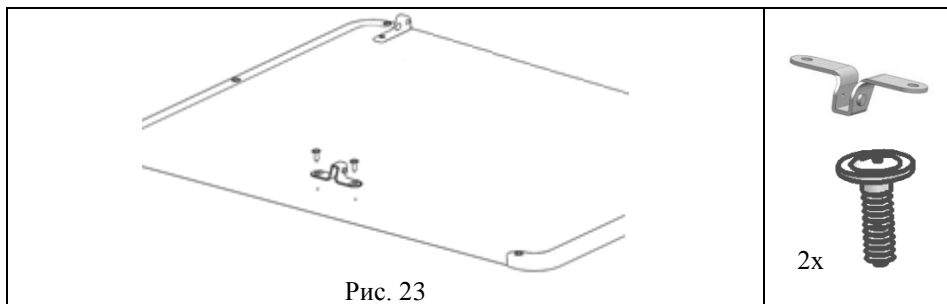

Рис. 23
5.5.4. К сборке по п. 5.5.2 прикрутить с помощью саморезов с прессшайбой (поз. 2, пакет № 148) кронштейн верхний (поз. 3, пакет № 9а), см. рис. 23, 23а.
Рис. 23а